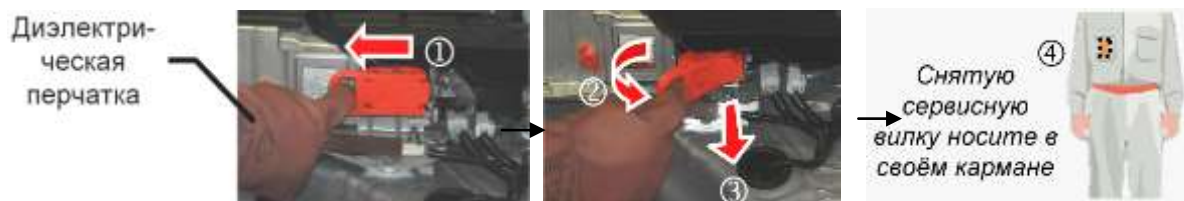

Рис. 2. Порядок снятия сервисной вилки
4. Снять сервисную вилку и положить ее в карман одежды (рис. 2).